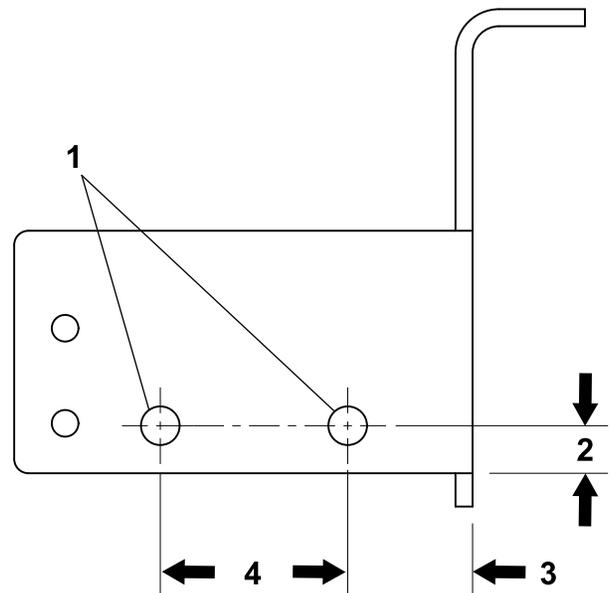

Figura 24
1. Parafuso – 5/16 x 1 pol. (2)
2. Porca – 5/16 pol. (2)
6. Localize, marque e faça dois furos (13/32 pol.) na placa, como se mostra na Figura 24.